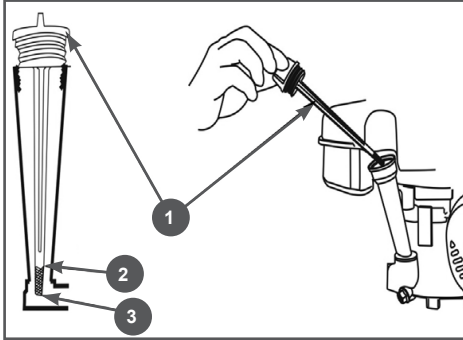

Рис. 6 Уровень масла в картере двигателя
2. Открутите крышку-щуп маслосазливной горловины и извлеките щуп (Рис. 6).
При недостаточном уровне масла в картере необходимо долить чистое масло до верхней отметки на щупе (Рис. 6).